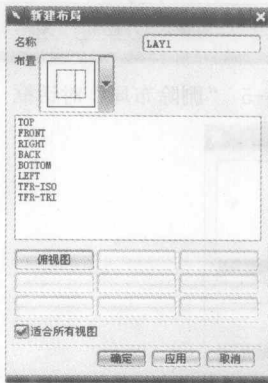

图 1-2 “新建布局”对话框
- 选择【视图】→【布局】→【新建】下拉菜单，弹出如图 1-2 所示的“新建布局”对话框，该对话框用于设置布局的形式和各视图的视角。